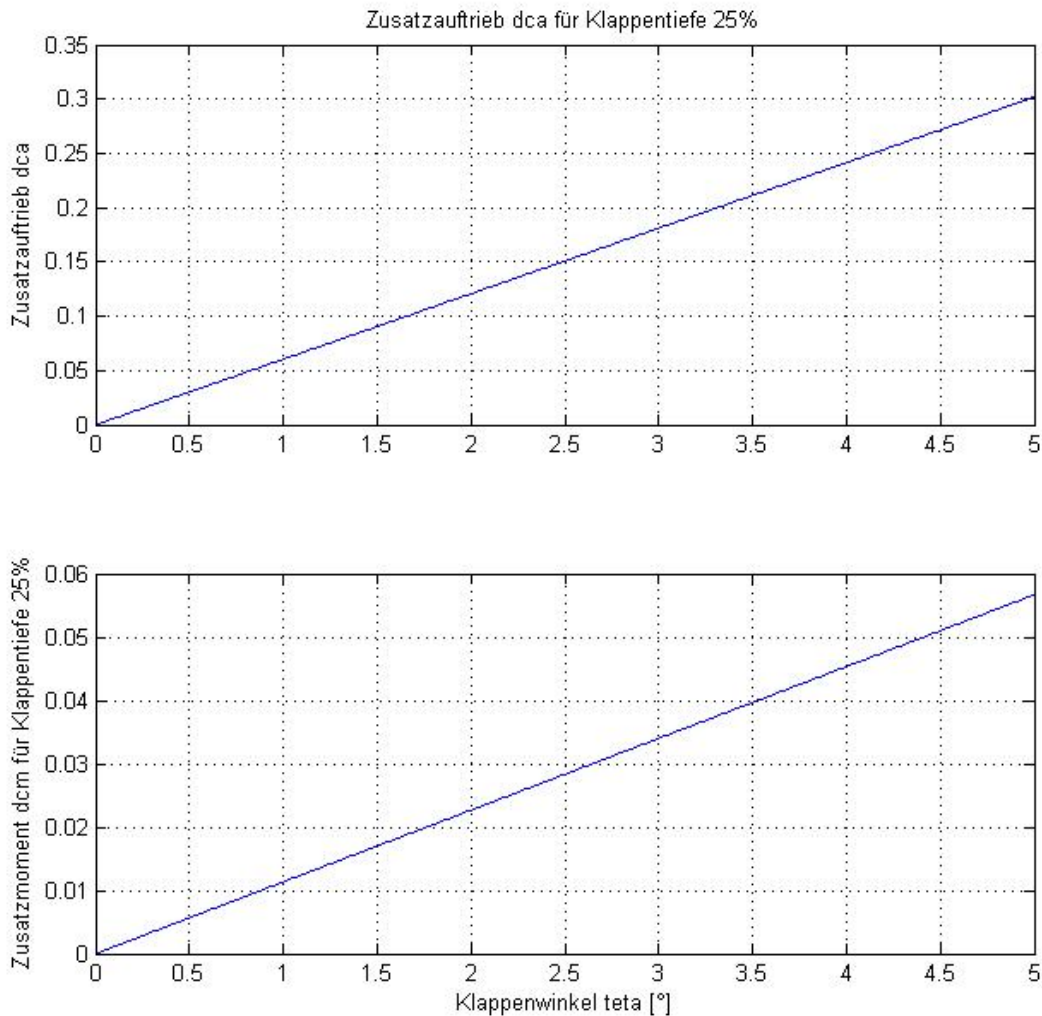

Bild 7, ca-Wert Erhöhung und zusätzliches  $c_{m0}$  bei einer Klappentiefe von 25% in Abhängigkeit des Klappenwinkels
Bild 7 zeigt wie weit man die Ruder (Tiefe 25%) ausschlagen lassen müsste um die geforderte ca-Erhöhung von 15% zu erreichen. Bezogen auf die Profilpolare (Bild 1) welche einen maximalen ca-Wert von 0,9 zulässt ist das Ergebnis wie folgt:
Cmp aus Bild 7 und Formel (3):